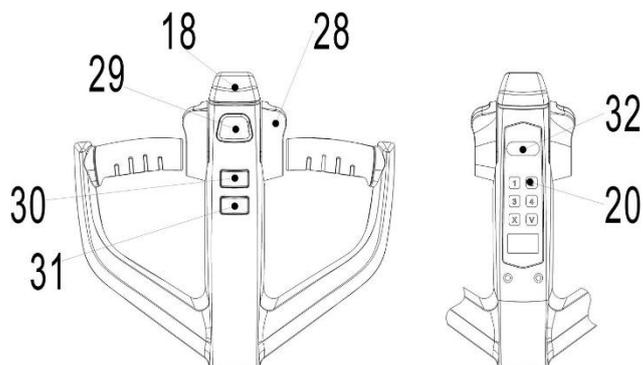
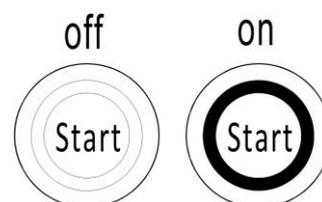
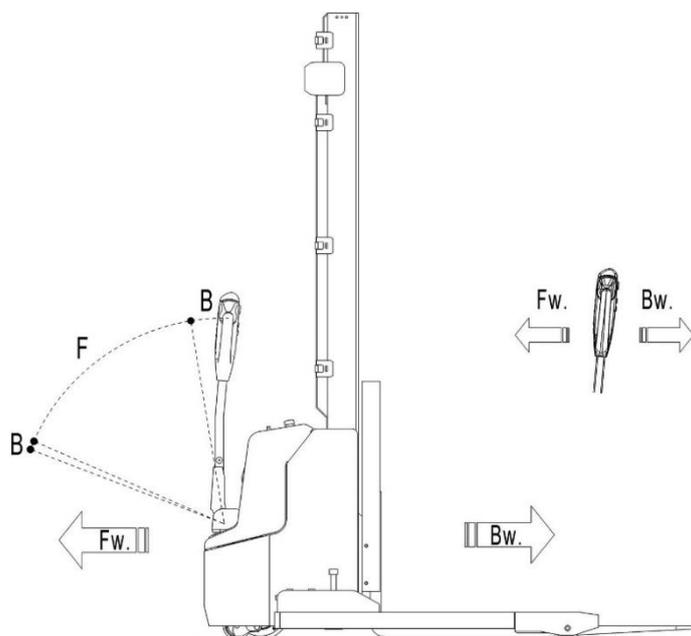

Рис.7: Рукоятка управления
Рис.8: Замковый выключатель
Рис. 11: Направления движения
на PSE12BSL: необходимо проверить, что аварийная кнопка (рис.1, поз. 22) отжата, при необходимости аккуратно потяните ее вверх. Затем введите пароль на ПИН-панели и нажмите кнопку «√». Нажмите на кнопку звукового сигнала (рис. 7, поз. 29) для проверки работы предупреждающего сигнала.
на PSE12NSL: необходимо проверить, что аварийная кнопка (рис.1, поз. 22) отжата, при необходимости аккуратно потяните ее вверх. Затем нажмите кнопку запуска (рис. 8), на ней загорится зеленый свет. Введите пароль на ПИН-панели и нажмите кнопку «√». Для активации также может быть использована карта доступа RFID. Нажмите на кнопку звукового сигнала (рис. 7, поз. 29) для проверки работы предупреждающего сигнала.
Подведите штабелер с опущенными вилами под поддон полностью. Нажмите и удерживайте кнопку подъема (Рис. 7, поз. 30) пока не достигните желаемой высоты подъема.
Если вилы штабелера находятся в стеллажном пространстве, необходимо осторожно отъехать от стеллажа с или без паллета. Во время движения необходимо удостовериться, что вилы не задевают стеллаж. Нажать и удерживать кнопку снижения (рис. 7, поз. 31). Опускать груз, пока вилы не освободятся от паллета, затем аккуратно отъехать от груза.
После включения и активирования штабелера на ПИН-панели переведите ручку управления в рабочее положение ('F', рис.11).
Отклоняйте маховики управления в нужном направлении «вперед» 'Fw' или «назад» 'Bw' (рис. 11).
Контролировать скорость передвижения можно с помощью маховиков (рис. 7, поз. 28) для достижения требуемой скорости.
На штабелере имеется кнопка замедленного ("черепашьего") хода для передвижения с пониженной скоростью. Нажмите кнопку замедленного хода (рис. 7, поз. 32) один раз, чтобы включить режим, поверните акселератор для движения на медленной скорости, и нажмите кнопку замедленного хода повторно, чтобы восстановить исходное состояние.
Нажмите кнопку замедленного хода (рис. 7, поз. 32) и удерживайте ее в течение 2 секунд, чтобы активировать функцию движения с ручкой управления, расположенной в вертикальном положении, при работе в ограниченном пространстве. Функция активна только при нажатой кнопке замедленного хода (для снижения скорости); отпускание кнопки замедленного хода приведет к немедленной остановке. Действование
- Переключение маховиков управления (рис. 7, поз. 28) обратно в начальное положение или освобождение маховиков активирует систему торможения. Штабелер тормозит до полной остановки.
- При переключении маховиков управления (рис. 7, поз. 28) из положения «движение в одном направлении» в положение «движение в противоположном направлении», штабелер постепенно тормозит, пока не начнет движение в противоположном направлении.
- Штабелер тормозит, если ручку управления перевести в верхнее или нижнее положение к точкам торможения ('B', рис. 11). При отпускании рукоять управления автоматически возвращается в верхнее положение к точке торможения ('B', рис. 11). Штабелер будет тормозить, пока не остановится.
- Кнопка противоотката (безопасности) (рис. 7, поз. 18) защищает оператора от получения повреждений и травм. Если эта кнопка включена, штабелер притормаживает и/или начинает движение в противоположном направлении ('Bw', рис. 11) на небольшое расстояние и останавливается. Необходимо помнить, что эта кнопка действует, даже если штабелер не едет, но ручка управления находится в рабочем положении.